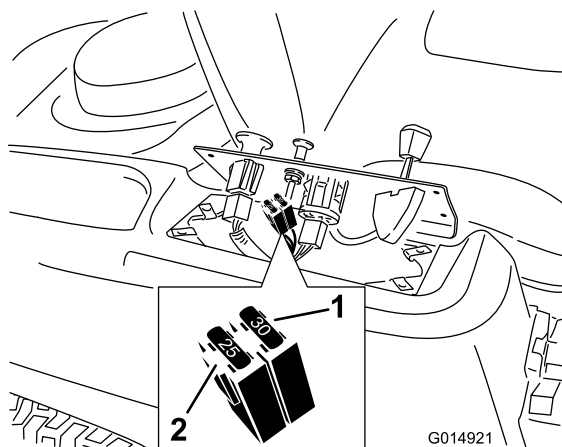

Figura 36
2. Levante el panel de control para tener acceso al arnés de cables principal y al bloque de fusibles (Figura 36).
3. Para cambiar un fusible, tire del fusible para retirarlo (Figura 36).